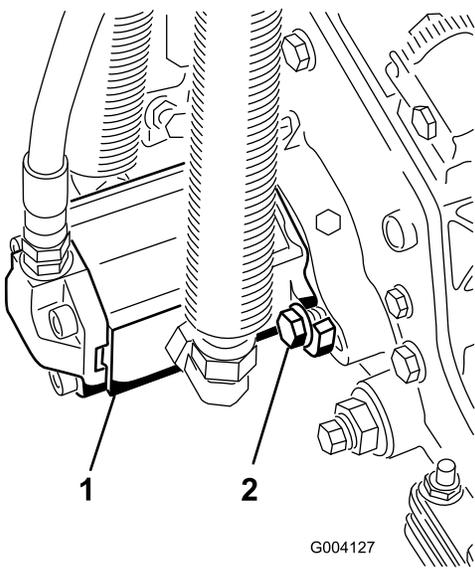

Figura 12
15. Instale el motor girándolo en el sentido de las agujas del reloj de modo que las bridas del motor no choquen con los tornillos de caperuza (Figura 12). Gire el motor en el sentido contrario a las agujas del reloj hasta que las bridas rodeen los tornillos de caperuza, luego apriete los tornillos de caperuza.